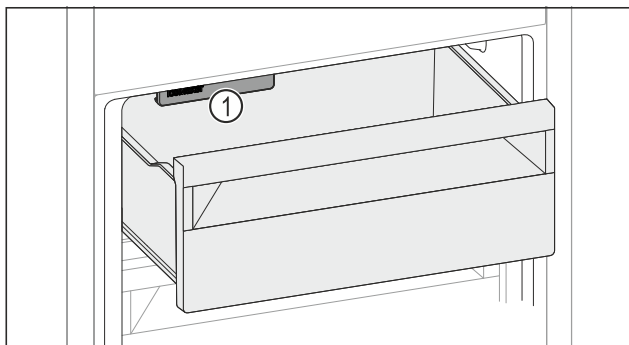

Fig. 157
- ▶ Учитывайте IceMaker Fig. 157 (1).